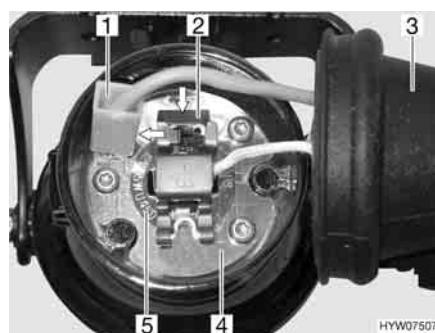

Fig. 199 Luce fendinebbia
- Afferrare dietro la luce fendinebbia e togliere il copripolvere di gomma (Fig. 199,3) dall'involucro (Fig. 199,4).
- Togliere il cavo negativo (Fig. 199,1) dall'involucro.
- Premere la graffa di supporto (Fig. 199,2) per sganciarla e spingerla di lato.
- Estrarre dall'involucro la lampada ad incandescenza (Fig. 199,5) con il cavo.